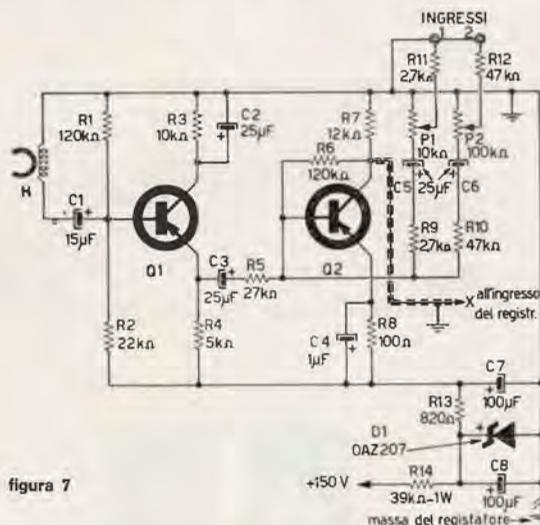

figura 7
In questo modo se ne partono bellamente le alte frequenze, e il suono risultante è tutto distorto; inoltre non si può regolare il livello della seconda incisione; vi pare bello? A me no, per cui ecco il circuito di figura 7 che non è altro se non un simpatico « MIXER », da montare « direttamente » nel registratore, alimentato « direttamente » da un qualsiasi punto che abbia dai 130 ai 160 V di anodica, collegato « direttamente » alla testina C, e ingressi « diretti » e miselabili, uno a bassa (1) e uno ad alta (2) impedenza, in modo da poter collegare contemporaneamente due microfoni (o altre sorgenti) diversi. Avete visto che tempesta di « direttamente »? Sarà, ma a me piace fare le cose « direttamente », senza ragnatele di fili volanti (...e se poi salta fuori un « ragno a transistor »?).